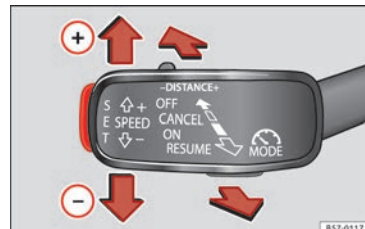

Fig. 48 A sinistra del piantone dello sterzo: terza leva per l'uso del GRA.
- Collegamento del GRA: posizionare la terza leva su **ON** **»» fig. 48**. Il sistema si accende ma
- Attivazione del GRA: premere il tasto **SET** **»» fig. 48**. Memorizza e regola la velocità attuale.
- Disattivazione temporanea del GRA: muovere la leva fino a **CANCEL** **»» fig. 48** e rilasciarla o schiacciare il freno. La regolazione si scollega temporaneamente.
- Collegare nuovamente il GRA: muovere la leva fino a **RESUME** **»» fig. 48** e rilasciarla. La velocità memorizzata verrà conservata e regolata nuovamente.
- Disattivazione del GRA: portare la terza leva in posizione **OFF** **»» fig. 48**. Il sistema si disattiva e la velocità memorizzata si cancella.